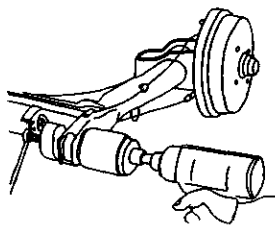
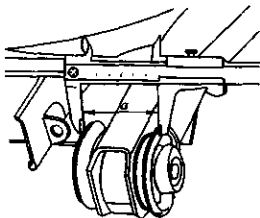

图 3-192 将橡胶金属支承
图 3-193 测量支承套的安装深度
2) 如有可能, 用电动工具将橡胶金属支承压入到正确位置 (如图 3-192 所示)。其安装深度应为  $a=61.6\sim 62.6\text{mm}$ , 如图 3-193 所示。